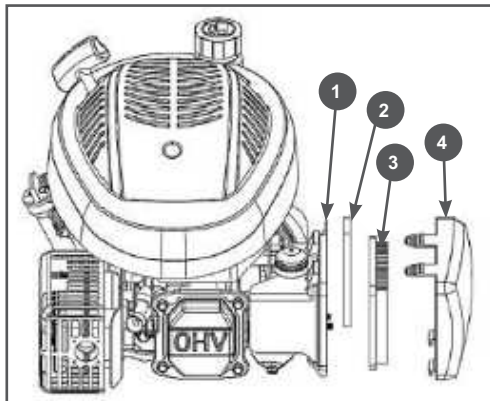

Рис. 12 Обслуживание воздушного фильтра
1. Снимите крышку воздушного фильтра 4 (Рис.12).
2. Извлеките из корпуса 1 фильтрующие элементы 2,3 (Рис. 12).
4. При незначительном загрязнении промойте поролоновый фильтрующий элемент 2 (Рис.12) теплым мыльным раствором и просушите. Поврежденный или сильно загрязненный поролоновый фильтрующий элемент замените.
Бумажный фильтрующий элемент 3 (Рис.12) не подлежит очистке, необходима его замена. Не продуйте бумажный фильтрующий элемент сжатым воздухом, не промывайте его в бензине и других растворителях.